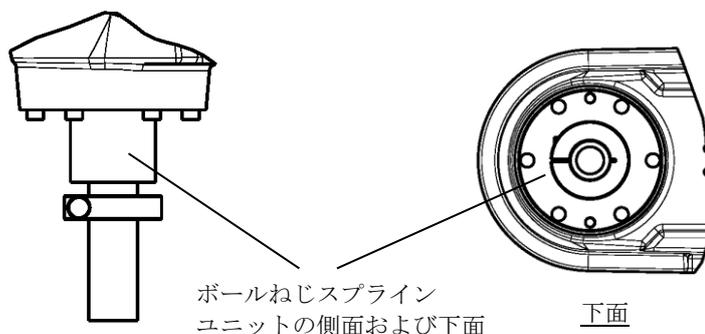

図 6.1 ボールねじスプラインユニットの防錆剤を塗布しない部分
- ・簡易クリーン仕様ロボットのボールネジスプラインユニットは防錆仕様になっております。そのため、図6.1に示す部分には防錆剤の塗布はしないでください。飛散しクリーン度が低下する恐れがあります。